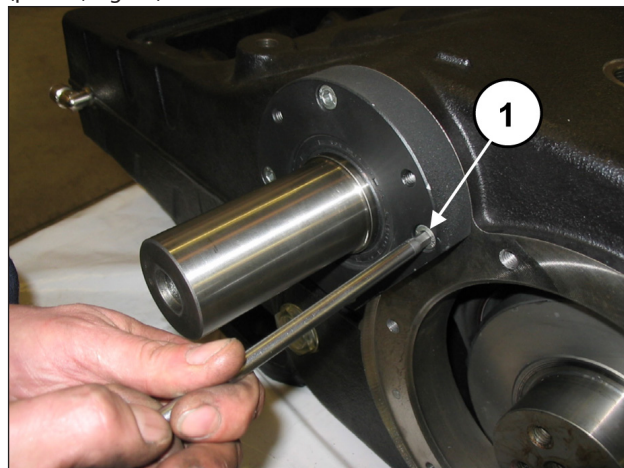
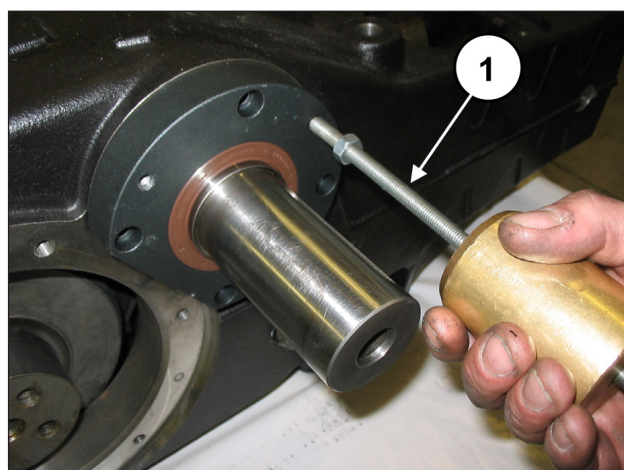

Fig. 26
Fig. 27
Svitare le viti di fissaggio coperchio cuscinetto PTO destro e sinistro (pos. ①, Fig. 26) e sfilare i due coperchi dall'albero PTO. Per agevolare lo smontaggio utilizzare n. 3 grani o viti M8 (pos. ①, Fig. 27) con la funzione di estrattori.